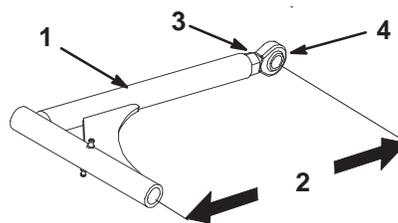

Figure 61
- Pour les régler, desserrez l'écrou de blocage et tournez la rotule dans le sens anti-horaire, un tour à la fois. (Fig. 61).
- Réglez chaque côté de la même façon. La longueur nominale de chaque bras de poussé doit être de 389 mm (Fig. 61).